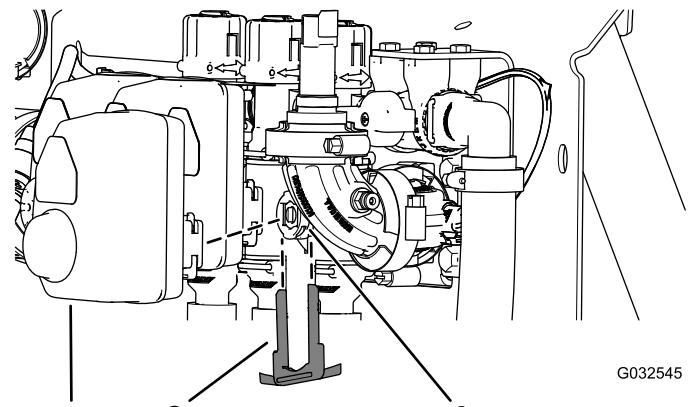

图 107
2. 取下将致动器固定至喷洒臂段阀或搅拌阀歧管阀的卡环 图 107。